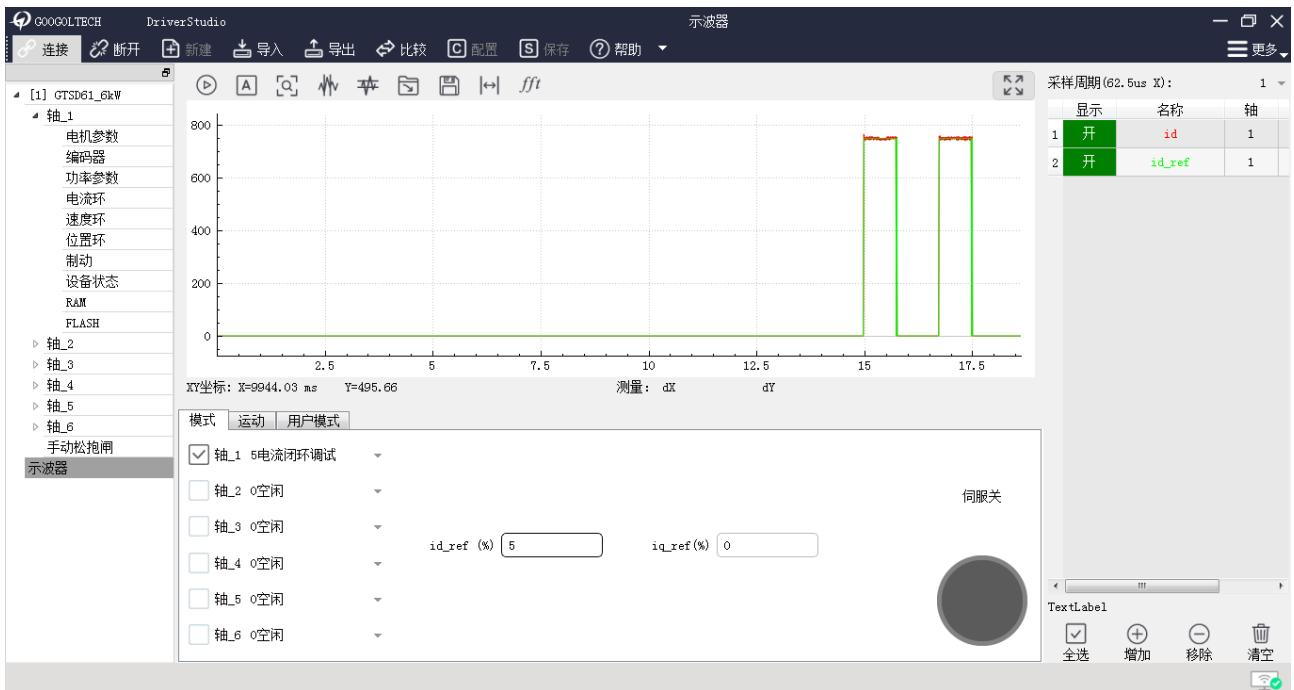
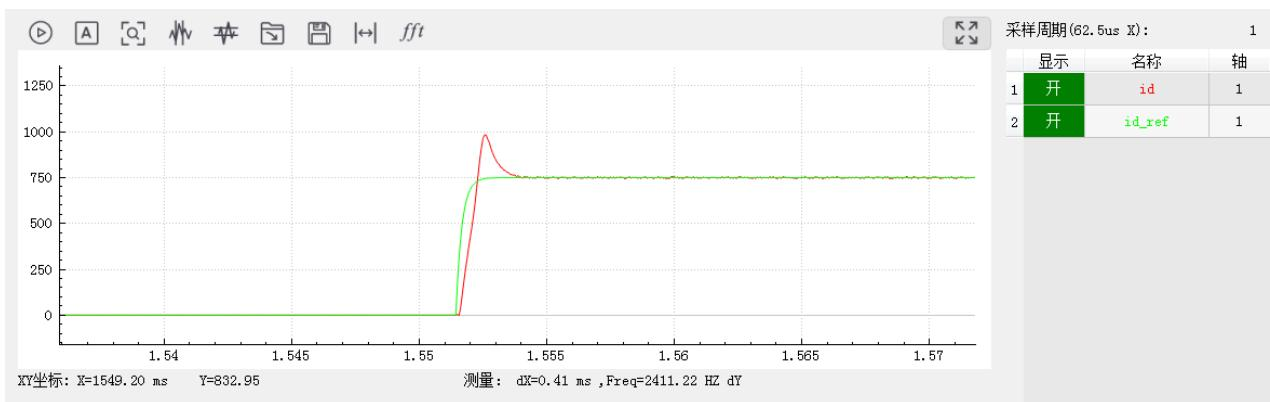
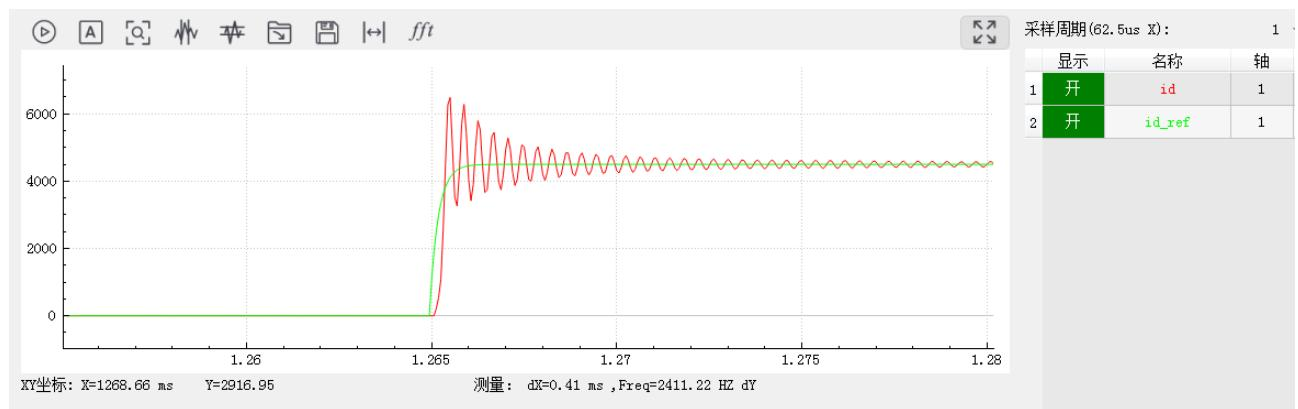
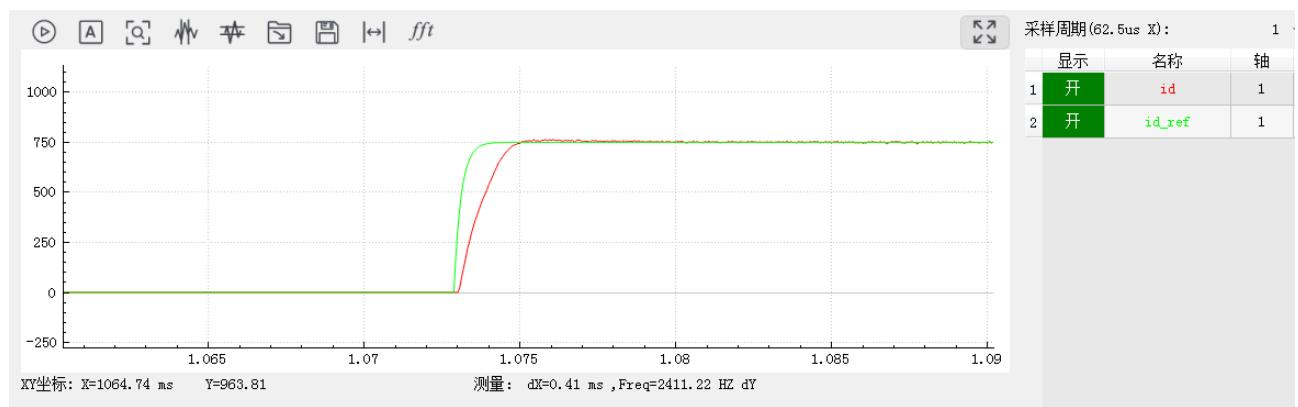

图 2.9 电流闭环调试示意图
图 2.10 电流响应曲线
图 2.13 电流响应曲线
图 2.14 电流响应曲线
将当前调试轴的控制模式切换为“电流闭环模式”, id\_ref 输入 5 然后回车, 打开画图开关①, 开始采集曲线, 点击伺服开关上伺服, 而后马上再点一次伺服开关下伺服, 此时示波器会采集到一个方波, 如图 2.9, 分别采集 id\_ref 分别为 5、10、20、30 时的电流曲线, 如图 2.10-图 2.13, 可以看出, 随着 id\_ref 指令电流加大, 反馈电流 id 震荡越来越严重, 电流环响应过快, 此时, 可适当降低电流控制器增益系数, 增大积分常数。如图 2.14-图 2.17 调整电流控制器增益和积分后的电流曲线。反之, 如果电流环响应太慢, 则适当增大电流控制器增益系数, 减小积分常数。